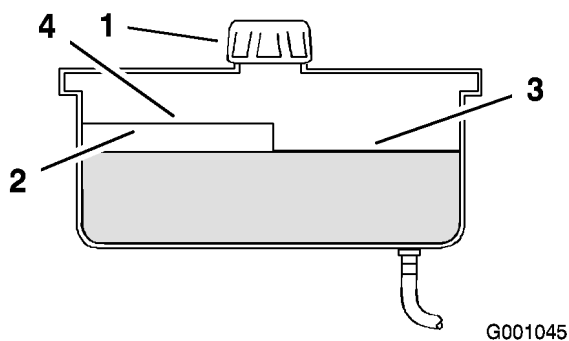

Bild 66
2. Reinigen Sie den Bereich um den Einfüllstutzen des Hydraulikbehälters (Bild 66).
3. Drehen Sie den Deckel vom Einfüllstutzen ab. Schauen Sie in den Stutzen um sicherzustellen, dass Öl im Behälter ist (Bild 66).
Hinweis: Der Füllstand sollte bei heißem Öl die Oberkante der heißen Einfüllmarkierung der Zwischenplatte erreichen (Bild 66).